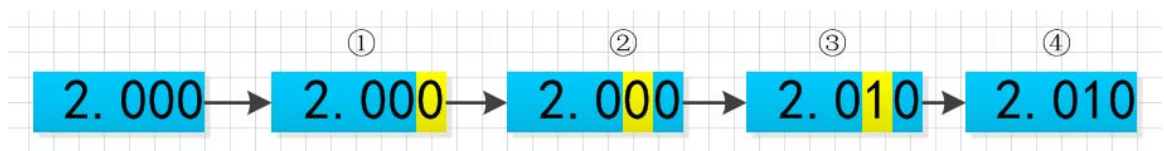

图 1.4.1
- 如图 1.4.1 所示①按下【Enter】键进入编辑模式。②在编辑模式下，按下方向键【◀】、【▶】选择相应的位数。③旋转旋钮调节数值。④按【Enter】键或【Esc】键退出编辑模式。数字参数设置完成